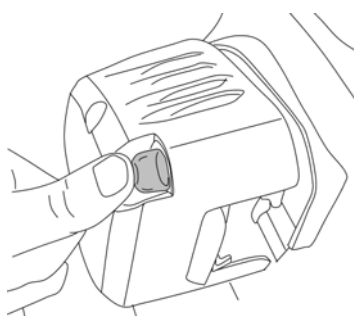

Fig.8
- 1) Pressione a bomba do combustível várias vezes até ficar cheia de combustível. (Fig. 8)